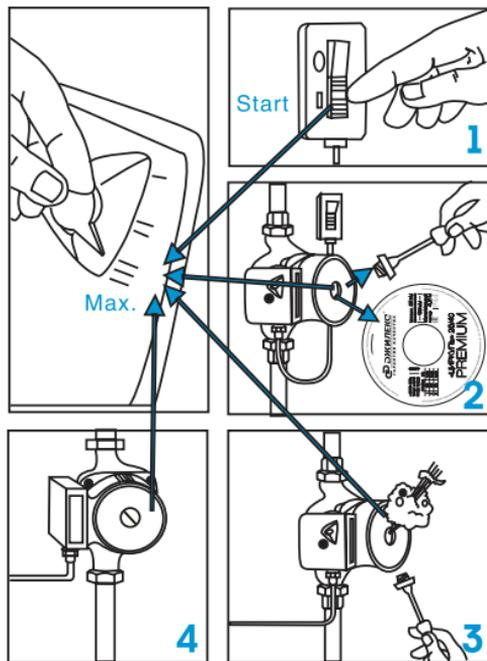

Рисунок 4
6.1 Удаление воздуха (рисунок 4)
Для выпуска воздуха из насоса необходимо выкрутить винт на обратной стороне электромотора (рисунок 4) – воздух начнет стравливаться через прорезь между валом мотора и подшипником. После того как начнет вытекать теплоноситель, необходимо закрутить винт. В зависимости от условий работы насоса или системы в целом (температура среды), насос может сильно нагреваться.